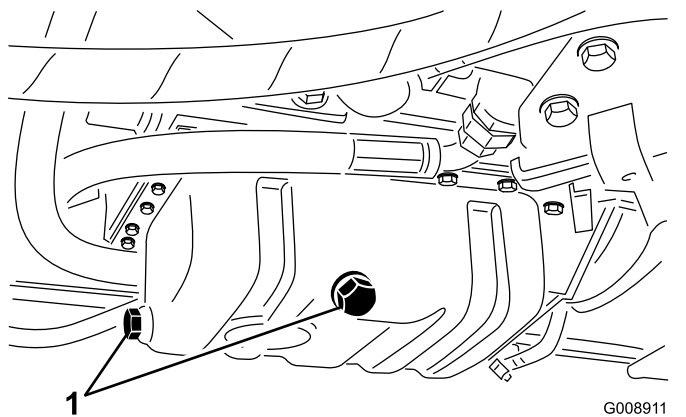

図 73
3. ドレンプラグのどちらか一方 (図 73) を外してオイルを容器に受け、オイルの流出がおわったらプラグを元通りに取り付ける。